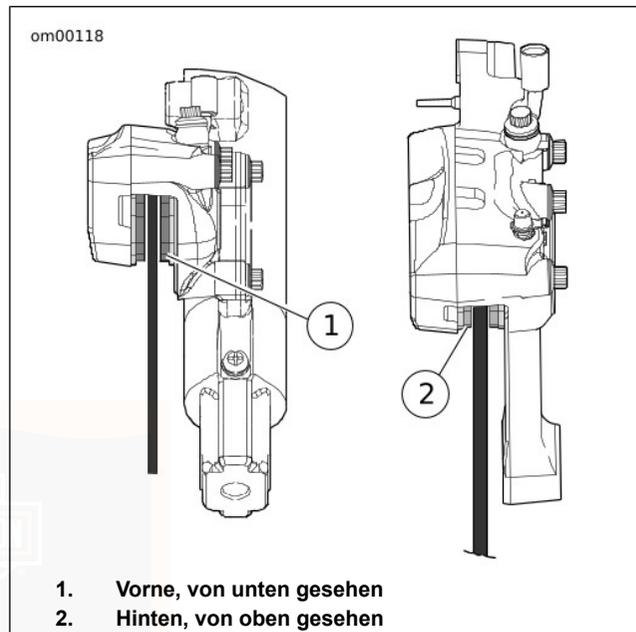

Abbildung 64. Bremsbelagmaterial
2. Siehe Abbildung 64. Die Dicke des Reibbelagmaterials im Bremsbelag messen.